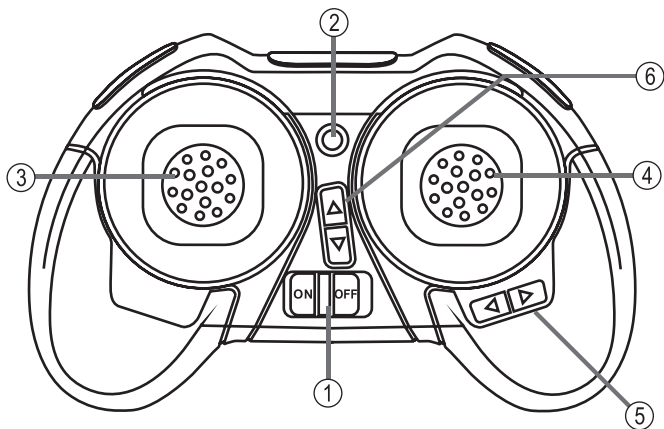

Bild 3
Der Zustand der Batterien wird permanent geprüft, wenn der Sender in Betrieb ist. Sinkt der Spannungspegel der Batterien unter einen bestimmten Wert, signalisiert der Sender dies mit einem in Abständen wiederkehrenden Warn- ton und dem permanenten Blinken der LED am Sender (Bild 3, Pos. 2). In diesem Fall sollten Sie unverzüglich den Flugbetrieb einstellen und die Batterien des Senders erneuern.
Schieben Sie den Gashebel (Bild 3, Pos. 3) nach vorne, wird die Motordrehzahl erhöht und der Quadrocopter steigt. Ziehen Sie den Gashebel nach hinten, wird der Quadrocopter sinken. Belassen Sie den Gashebel im Bereich in der Mittelstellung, wird der Quadrocopter die Höhe in etwa halten.
- Stellen Sie den Steuerhebel für die Motorsteuerung auf die unterste Stellung (1).
- Schalten Sie den Quadrocopter ein (2). Die vorderen LEDs im Modell beginnen im schnellen Rhythmus zu blinken.
- Schalten Sie den Fernsteuersender durch Betätigung des Ein-/Ausschalters (3) ein. Der Sender quittiert dies durch einen doppelten Signalton. Die Kontroll-LED am Sender (Bild 3, Pos. 2) blinkt.
- Drücken Sie den linken Steuerhebel (4) nach vorne, bis ein Kontrollton ertönt.
- Ziehen Sie den linken Steuerhebel (5) nach hinten, bis ein Kontrollton ertönt. Die Kontroll-LED am Sender als auch die LEDs am Quadrocopter leuchten nun dauerhaft.